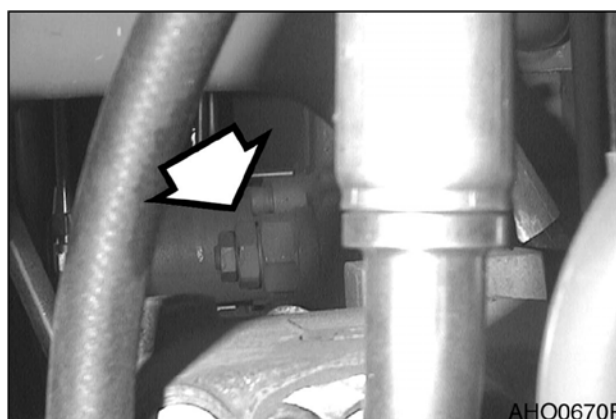

Рис. 95
3. Отрегулировать винт на картридже предохранительного клапана (1, рис. 95). Ослабьте стопорную гайку и поверните винт по часовой стрелке для увеличения давления сброса. Поверните винт против часовой стрелки для снижения давления сброса.